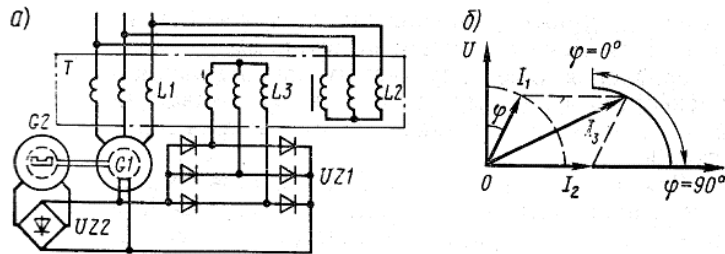

Рис. 2
2. Указать элементы и принцип работы систем самовозбуждения (систем начального подмагничивания) судовых электростанций (рис.2).